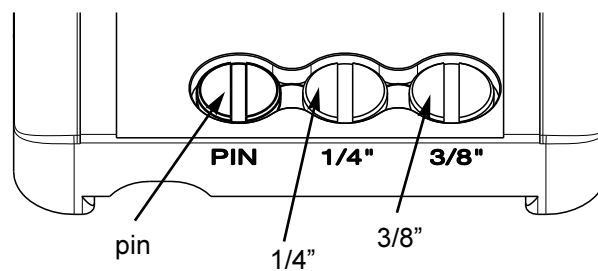

Abb. 3
- ⇒ Falls Sie Ihre Kamera entweder mit zwei 3/8" Schrauben oder mit einer 1/4" Schraube und einem Pin befestigen wollen, haben Sie die Möglichkeit, die in den Parkpositionen (siehe Abb. 3) positionierten Schrauben zu verwenden.